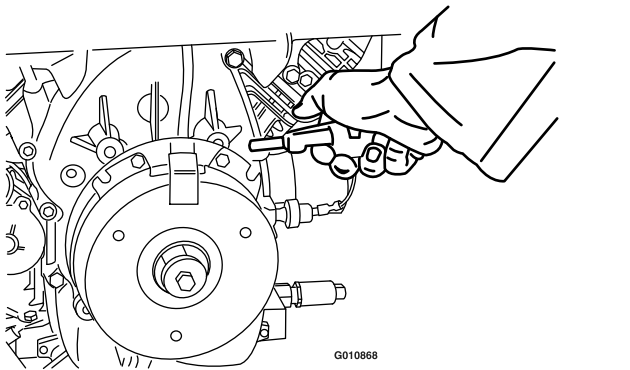

Figura 72
2. Utilizar un compresor de aire, elimine cualquier residuo de debajo del polo de freno y de alrededor de los espaciadores del freno (Figura 72).